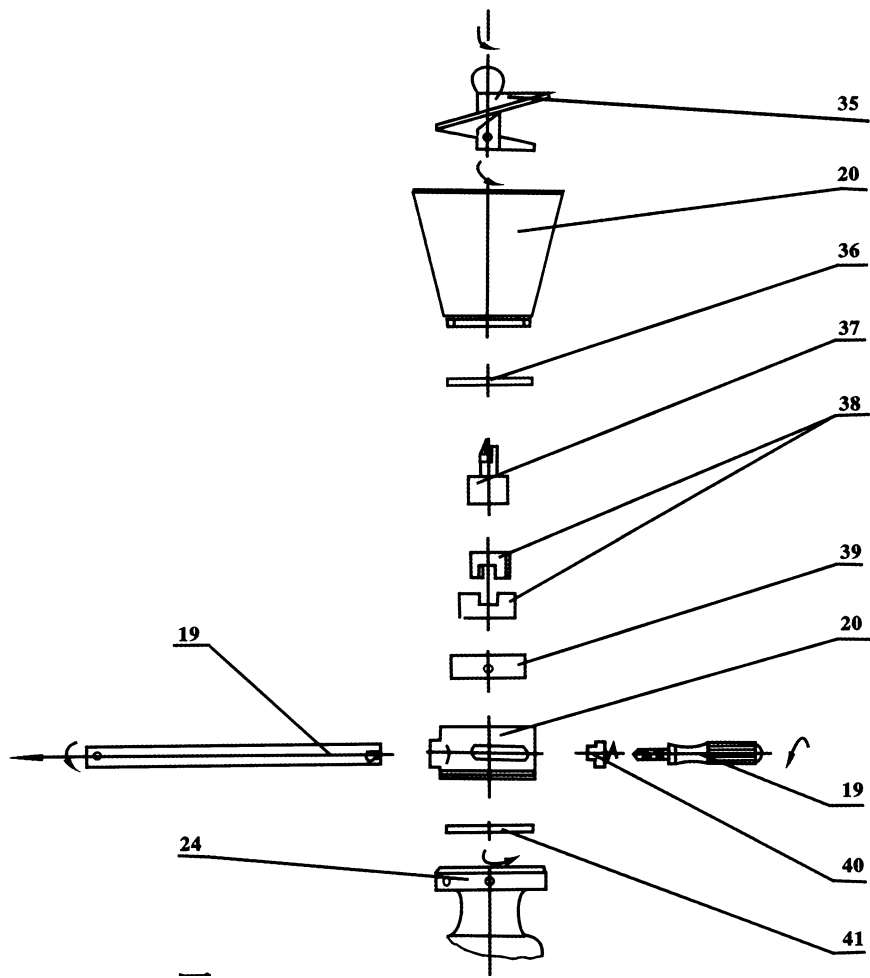

Рисунок 9.
- 2) Снимите гайку (10). Остатками теста выдавите внешнюю форсунку.
- 3) Снимите гайку (12), снимите тестовый кожух и выньте шнек (32). Очистите снятые детали, очистите бункер для теста, чтобы в нём не образовывался сухой остаток, который может привести к повреждению пельменей. Очистите поверхность машины.
- 4) Снимите трубку подачи начинки, снимите бункер для начинки, снимите и разберите насос (порядок см. на рис. 9).
- 5) После мойки все части собираются в обратном порядке. Перед установкой следует смазать пищевой смазкой переднюю и заднюю часть шнека (32).1.